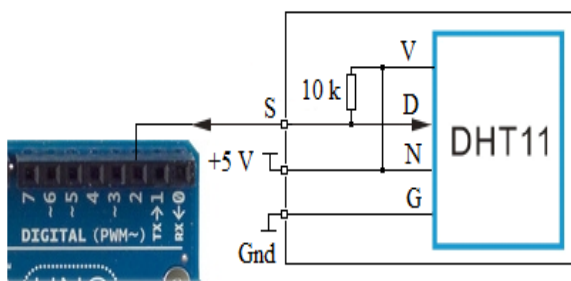

Fig. 2. Connessione tra Arduino e DHT11.
La linea di comunicazione è bidirezionale a un solo filo (*Single-Wire Two-Way*), con il master che chiama e il dispositivo che risponde. La linea è tenuta alta, a riposo, mediante una resistenza di pull-up (fig. 2).
Collegare il pin di segnale (S) del dispositivo DHT11 all'ingresso A0 di Arduino, come indicato in fig. 2, e collaudare il programma che segue.